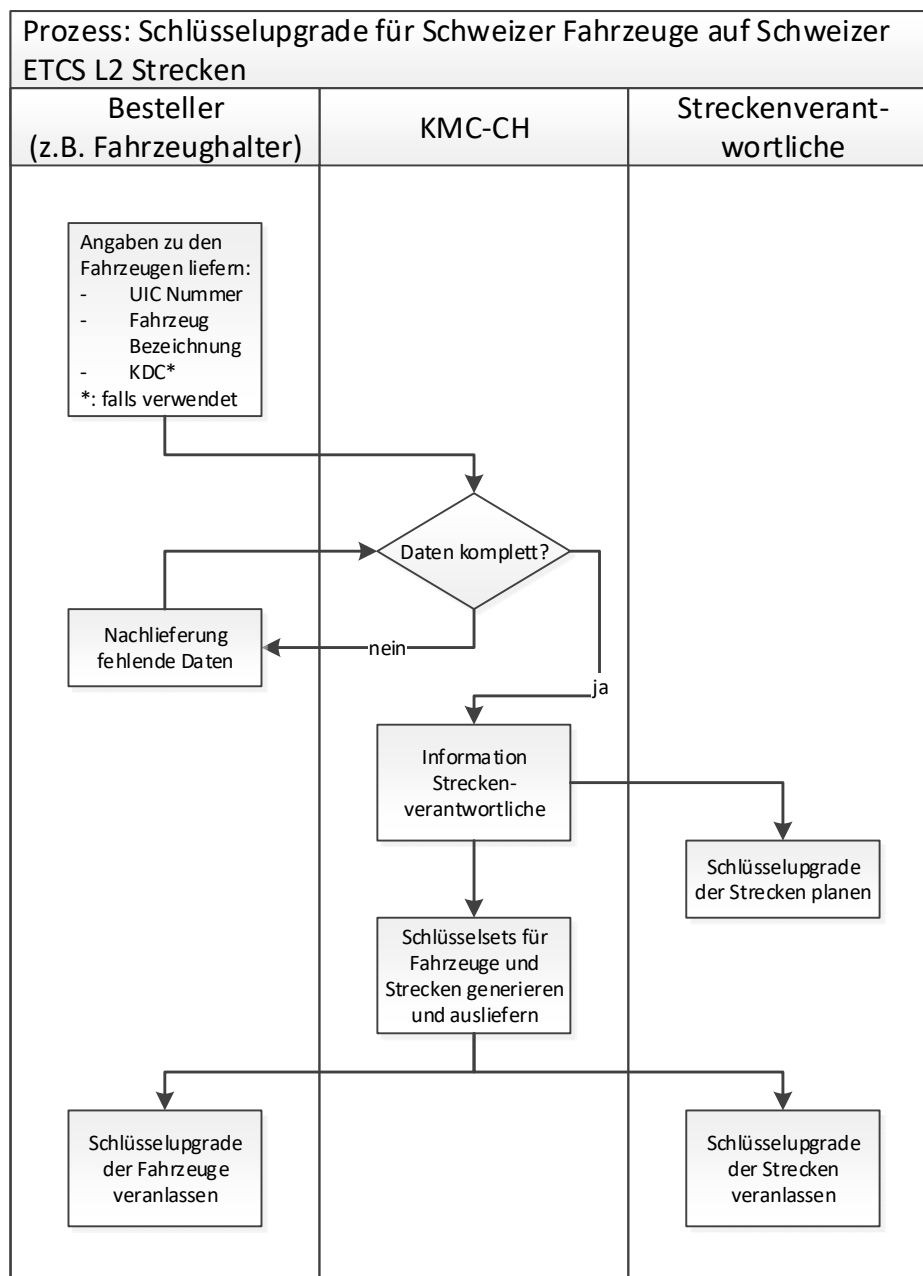

Abbildung 1: Schweizer Fahrzeuge auf Schweizer Strecken
3.1.1.2 Abbildung 1 zeigt den Schlüsselupgrade Prozess in diesem Fall: